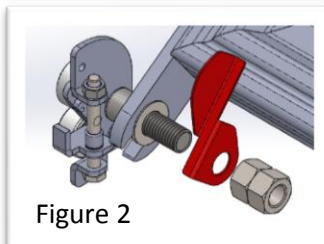

Figure 2
- Introduire le papillon de détection sur l'axe du parachute (Figure 2).